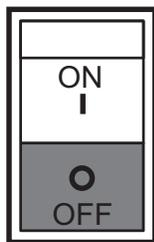

Figura 26. Disyuntor principal (apagado)
1. Coloque el disyuntor principal (Figura 26) en posición de **apagado**.